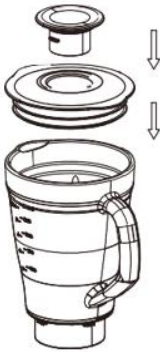

Fig 1
1. Stellen Sie den Messbecher in die Einlauföffnung (9), damit der Inhalt des Mischbechers (11) nicht herauspritzen kann! (Abb. 1)